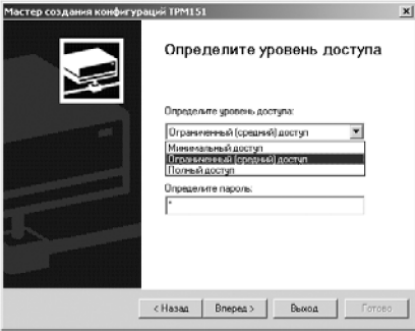

Рисунок 10.3
- Если модификация успешно считана, на экране сразу появится окно с приглашением выбрать уровень доступа (см. рисунок 10.3).
- Выберите модификацию Вашего прибора («Модификация № 6»). Нажмите кнопку [Вперед>] – откроется окно с приглашением выбрать уровень доступа (рисунок 10.3).